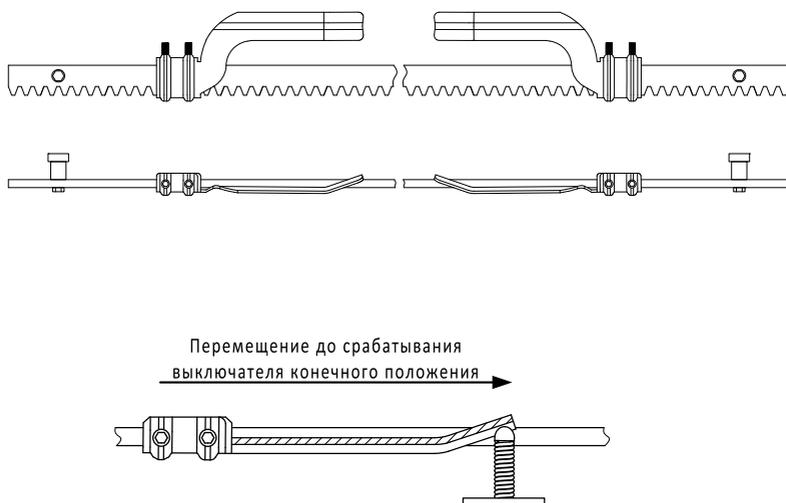

Рисунок 7. Кронштейны конечных положений механического выключателя (ARW-600KIT / ARW-1000KIT / ARW-2000KIT)
- **для механических выключателей** изогнутая пластина кронштейна нажимала пружинный рычаг привода (Рисунок 7), воздействующий на толкатель электромеханического выключателя, вызывая его срабатывание;